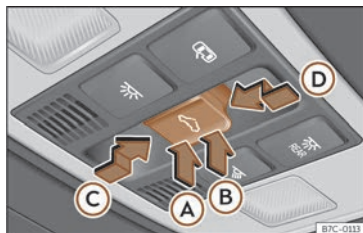

Fig. 60 En el revestimiento interior del techo: tecla del techo de cristal.
La tecla <>>> fig. 60 tiene dos niveles. En el primer nivel se puede situar el techo en la posición deflectora, abrir o cerrar total o parcialmente.
- Antes de que transcurran aprox. 5 segundos desde la activación de la función antiaprisionamiento, presione la tecla <> >>> **fig. 60** hasta el segundo nivel en el sentido de la flecha ① hasta que el techo se cierre completamente.